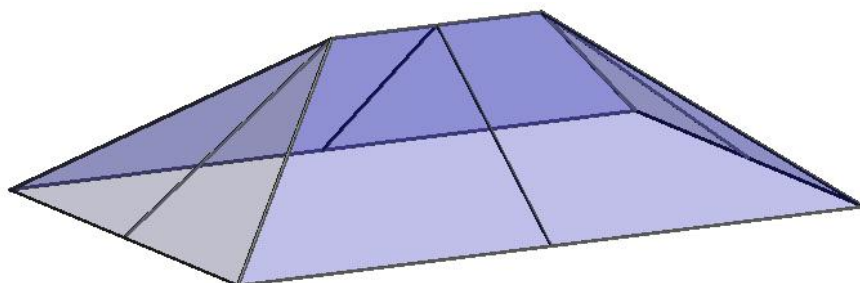

图 7-20 带有竖梃和网格线的玻璃斜窗
2) 选择屋顶，并在类型选择器中选择“玻璃斜窗”（图 7-20）。